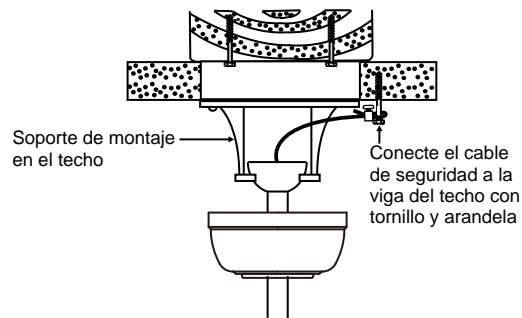

Fig. 11
Paso 1. Fije el tornillo de madera y las arandelas provistos a la viga del techo junto al soporte de montaje, pero no apriete. (Fig. 11)